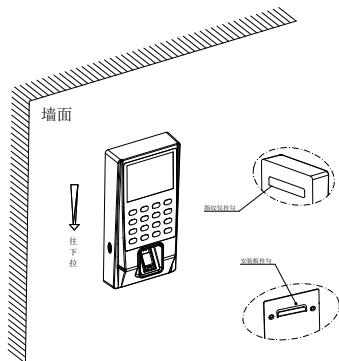

图 5-2
- 2、将指纹仪挂勾和安装板挂勾对准,并往下拉指纹仪,直至挂住为止,然后将手移开,如图5-2所示